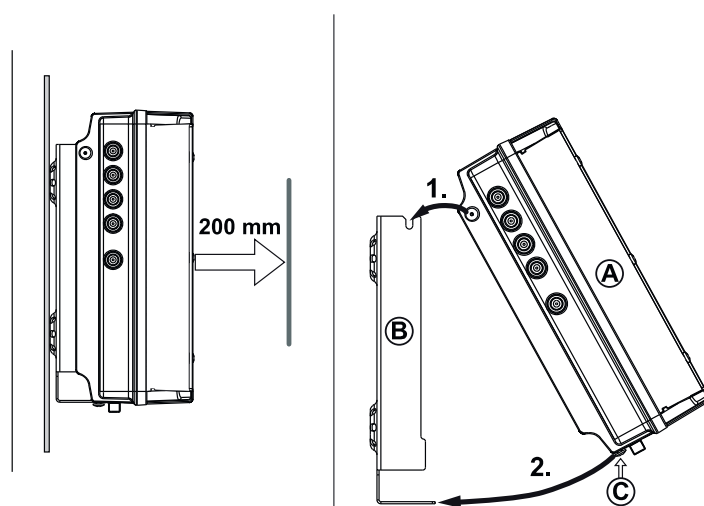

Fig. 3: Agganciare la testata
1. Montare il supporto a parete in orizzontale sulla superficie di montaggio; vedere ⓐ in Fig. 3. Attenersi a quanto segue:
2. Agganciare la testata ⓐ al supporto a parete ⓑ; vedere Fig. 3.